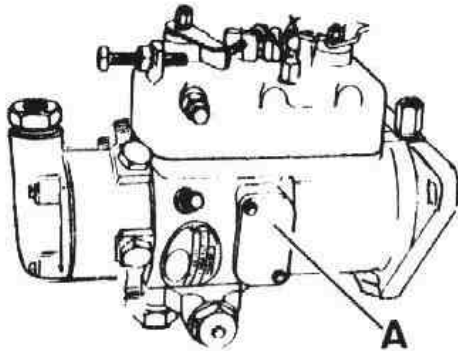

Fig. A1-45 Sincronizado interior de la bomba inyectora
- A) Desmontar la tapa, A (Fig. A1-45) de la ventana de inspección.
2.4.10. Montar la junta de caucho de la tapa, A (Fig. A1-45) de la bomba, e instalar definitivamente dicha tapa.